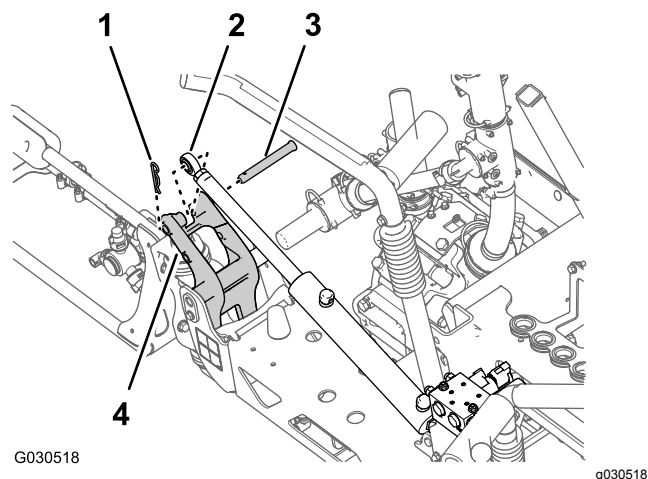

Figure 72
3. Retirez la goupille fendue et l'axe de chape qui fixent l'extrémité de la tige du vérin de levage au support de pivot (Figure 72).